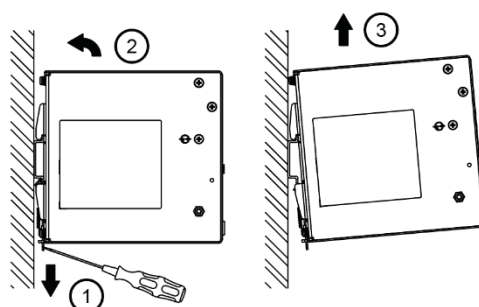

图. 3.2 拆卸
5. 拆卸时，使用螺丝刀拉出或向下滑动栓锁，如图 3.2 所示，将电源供应器 (PSU) 反向滑出，松开栓锁，从导轨上取下。